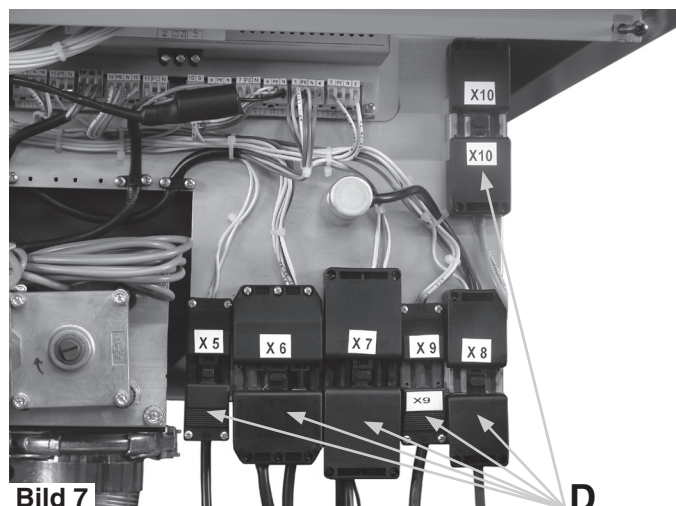

Bild 7
8. Alle Brennerstecker ausstecken (D, Bild 7) .